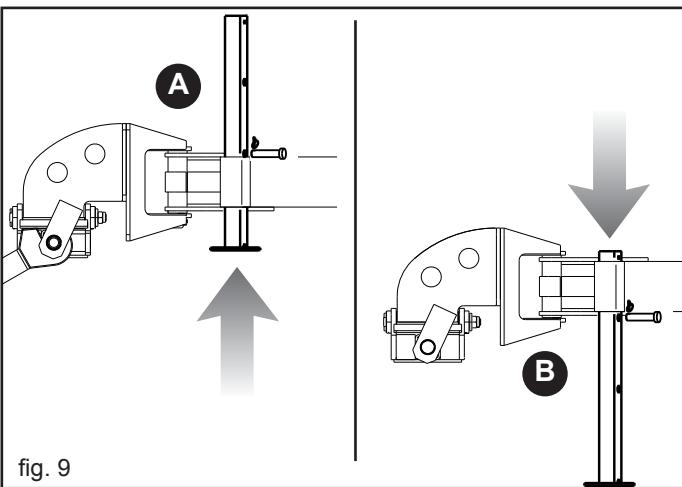

fig. 9
- 4) Alzare i piedi d'appoggio (A, Fig. 9).
- 1) Abbassare i piedi di appoggio (B, Fig. 9).